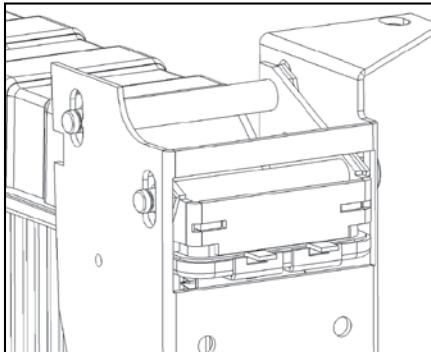

Figure 2 - Expansion slots in frame
- 3) Thermal expansion allowance (along the expansion slots in the frame - **Figure 2**).
- 3) Tolérance de l'expansion thermique (incluant des fentes d'expansion dans les montants) - **Figure 2**.